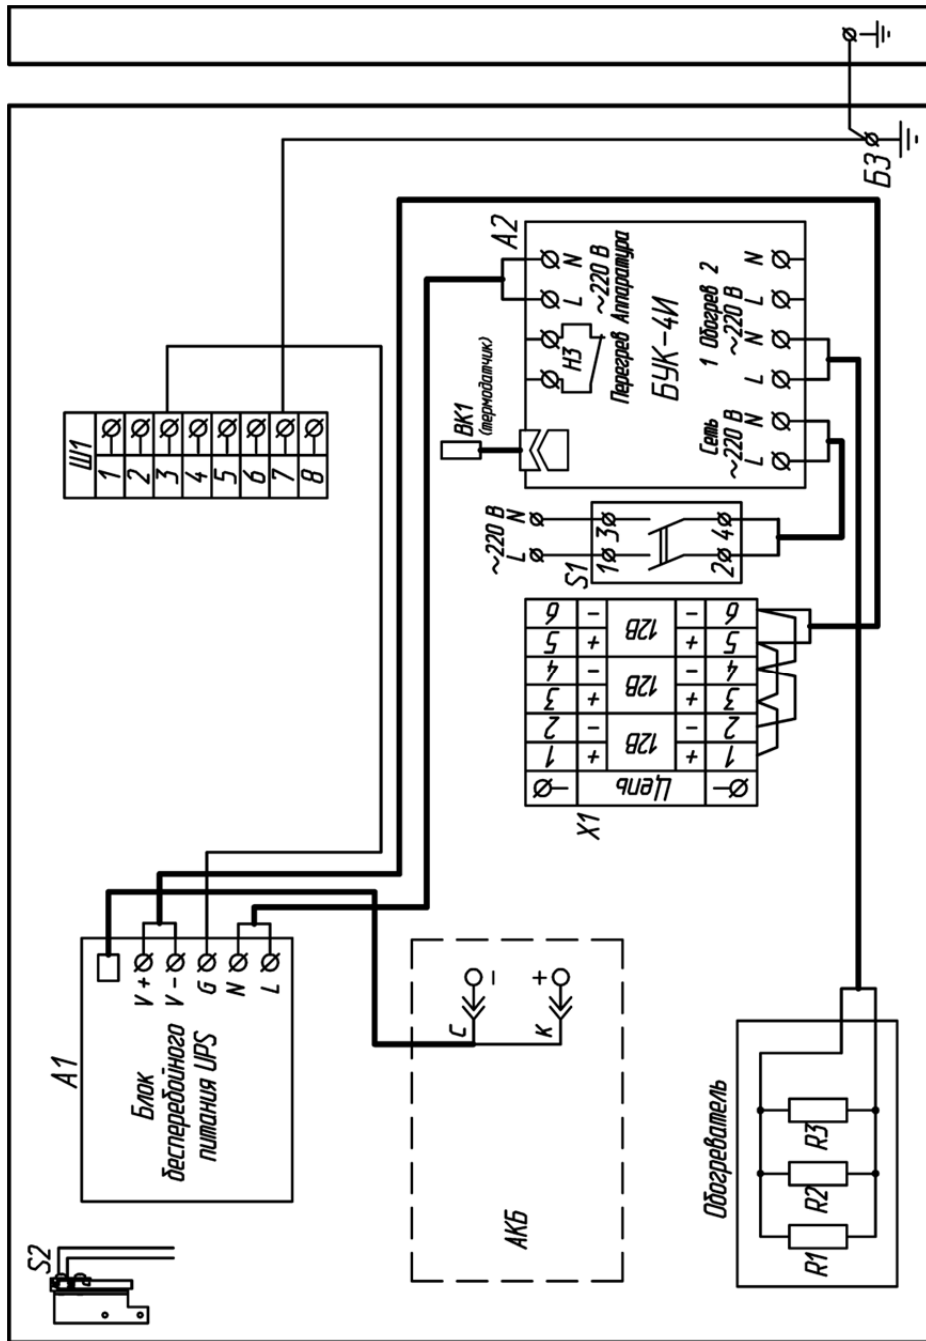
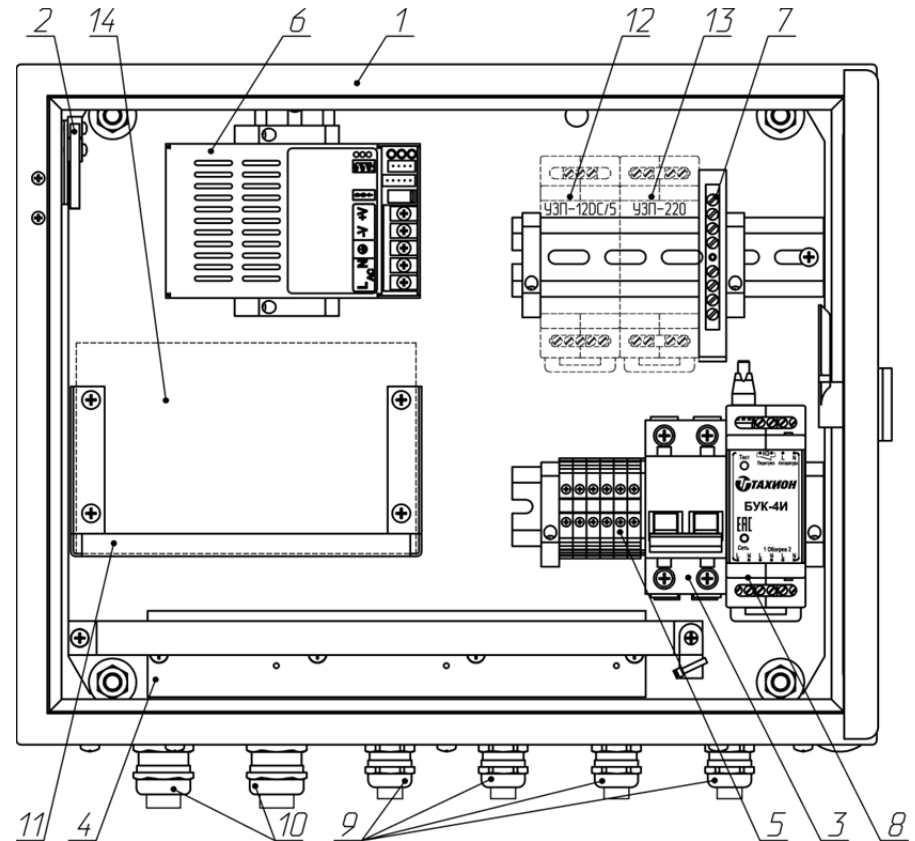
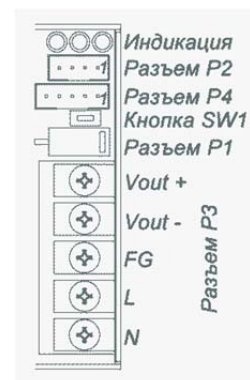

Рис. 3 Схема электрическая принципиальная ИБПУ-36Вт (-60Вт).
Рис. 1. Устройство изделия (дверь открыта на 90°).
Рис. 2. Цоколёвка разъемов блока бесперебойного питания UPS (A1).
Температура обогревателя во время работы превышает 70°C, во избежание повреждения аппаратуры и кабелей производите их монтаж на расстоянии не менее 3 см от обогревателя (R1-R3)(рис. 1).
В состав изделия входят (см рис.1):
Устройство изделия приведено на рис.1, а схемы подключения элементов внутри изделия на рис.2 и 3. Управление обогревателем и холодным запуском блока UPS, установленного в изделии, обеспечивается блоком управления климатом БУК-4И.
Цоколёвка разъемов и элементов индикации UPS указана на рис. 2.
Разъём Р3 основной разъём питания, назначение контактов указано на рис. 2.
Подключение цепей изделия производится в соответствии со схемой электрической принципиальной (рис.3 или 4). Для подключения необходимо:
1. Установить аккумуляторную батарею на кронштейн (см. рис.1) и подключить к ней провода от блока бесперебойного питания UPS (A1), соблюдая полярность (рис.3 или 4).
4. Подать трехпроводным кабелем напряжение питания 220В AC на выключатель автоматический S1, при этом фазный провод (L) соединить с контактом 1, нулевой провод (N) с контактом 3, а провод заземления соединить с любым свободным контактом шины нулевой (Ш1).